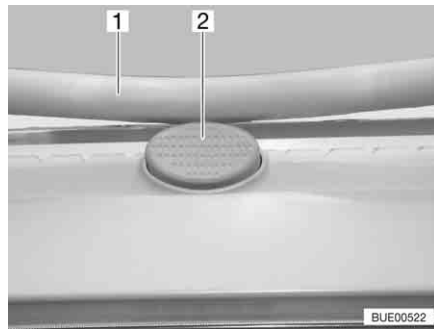

Fig. 109 Bottone di sicurezza sull'oblò Heki
- Premere il bottone di sicurezza (Fig. 109,2) e tirare verso il basso la staffa (Fig. 109,1) con entrambe le mani.
- Premere la staffa verso l'alto con ambedue le mani, finché la staffa non poggia al di sopra del bottone di sicurezza (Fig. 109,2).